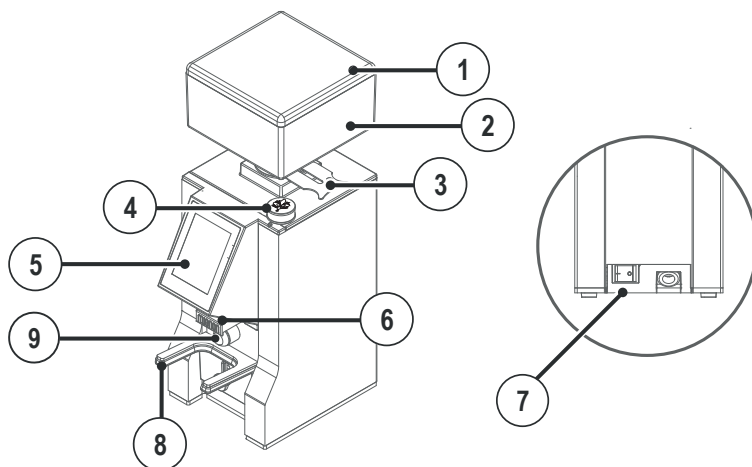
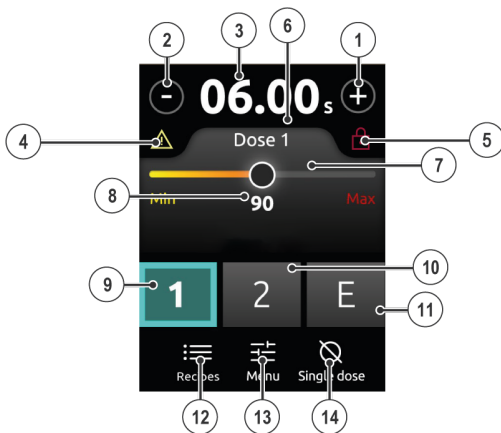

рис. 5.1 - Описание устройства
рис. 5.2 - Главная страница
Компоненты устройства см. на сайте рис. 5.1.
Описание дисплея см. на сайте рис. 5.2.
После поворота ручки вы можете увидеть на главной странице расстояние между жерновами; это расстояние зависит от выбранного качества помола (8 - рис. 5-2).
- Переведите выключатель в положение ВКЛ (7 - рис. 5.1).
- С помощью соответствующих кнопок (9,10, 11 - рис. 5.2) выберите порцию, которую необходимо приготовить.
- Установите корзину для портафильтра на вилку (8 - рис. 5.1), убедившись, что вилка находится точно под соплом дозатора (6 - рис. 5.1).
- Снова нажмите кнопку выбранной порции или переднюю кнопку (9,10, 11 - рис. 5.2) (9 - рис. 5.1).
В состоянии остановки время измельчения на дисплее (3 - рис. 5.2) мигает.
Чтобы вернуть время дозирования к исходному значению, нажмите на мигающий индикатор времени измельчения (3 - рис. 5.2) на 2 секунды.
С главной страницы (рис. 5.2) вы можете получить доступ к следующим функциям:
Чтобы уменьшить или увеличить выбранную порцию, нажмите кнопку + или - на главной странице (1, 2 - рис. 5.2). Отклонение для одной порции составляет 0,1 секунды.
Чтобы включить непрерывное изменение (увеличение) времени порции, нажмите и удерживайте одну из двух кнопок + или - (1, 2 - рис. 5.2).
Чтобы заблокировать настройку времени дозирования, одновременно нажмите + и - (1, 2 - рис. 5.2) в течение 2 секунд. Если регулировка времени дозирования заблокирована, на дисплее появится значок  (5 - рис. 5.2), а кнопки + и - (1, 2 - рис. 5.2) будут отключены.
Чтобы разблокировать настройку времени дозирования, одновременно нажимайте + и - (1, 2 - рис. 5.2) в течение 2 секунд.
Чтобы выбрать необходимую порцию, нажмите кнопку 1, 2 или E (9, 10, 11 - рис. 5.2).